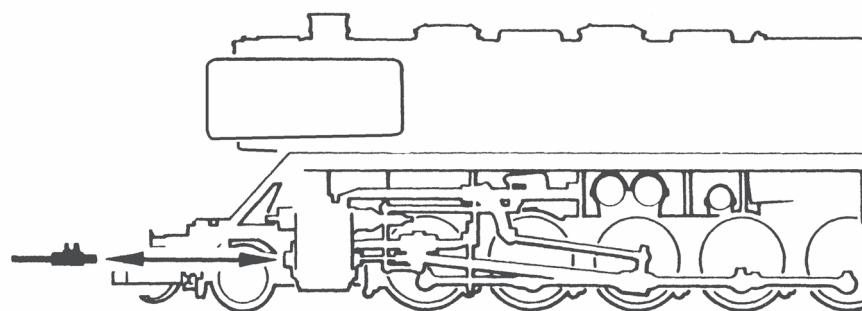

Fig. 4
Zuerst das Tendergehäuse abnehmen (Fig. 9) Danach den Brückenstecker aus der Schnittstelle entfernen (diesen sorgsam aufbewahren). Zuletzt den Stecker des Steuerbausteins lagerichtig einsetzen (siehe Fig. 4).
**Zusammenbau:** Bitte achten Sie beim Zusammenbau auf die richtige Lage der Kontakte (Fig. 4).
First remove Tender body (fig. 9). Then remove the jumper from the interface. Finally put the plug of the chip into the interface as shown in fig. 4.
**Assembly:** During assembly please take care of correct position of contacts (fig. 4).
Veuillez démonter d'abord la caisse du tender (fig. 9). Enlevez ensuite la fiche de shuntage de l'interface (à conserver!) et enfichez finalement la fiche du module de télécommande aux prises de l'interface. Veillez à la position correcte de la fiche (voir fig. 4).
**L'assemblage:** Lors de l'assemblage **veuillez veiller à la position correcte des lames de contact** (voir fig. 4).